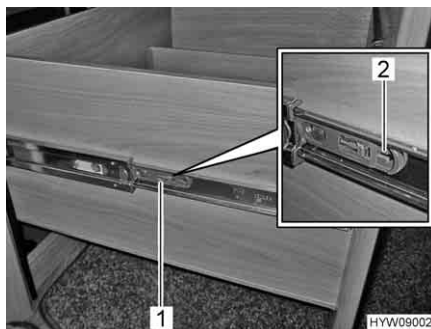

Fig. 155 Cassetto del piano di lavoro
- Tirare la linguetta (Fig. 155,1) su entrambi i lati del cassetto del piano di lavoro nella direzione della freccia (Fig. 155,2). Il cassetto del piano di lavoro può essere estratto tramite l'arresto.